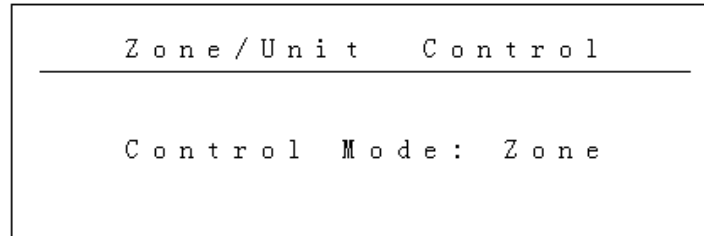

Рис. 4.13
- ◇ Для управления системой нажмите кнопку CONTROL, высветится меню (рис.4.13)